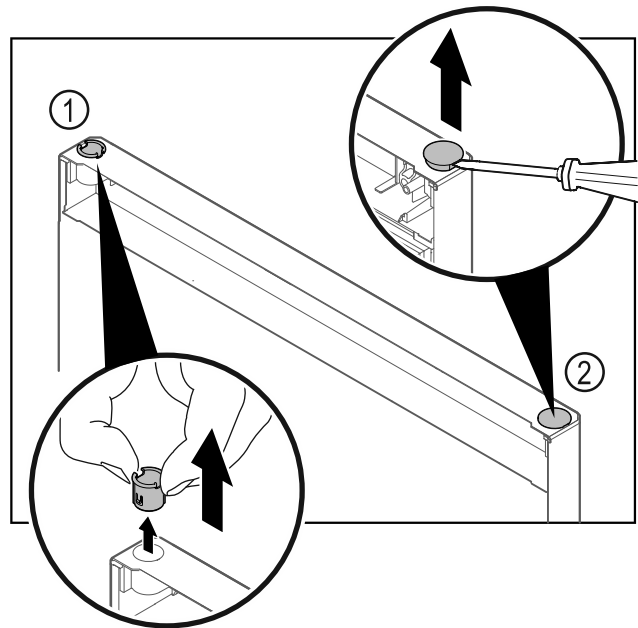

Fig. 7
- ▶ Scharnierbuchse Fig. 7 (1) mit den Fingern herausziehen.
- ▶ Abdeckstopfen Fig. 7 (2) vorsichtig mit einem Schlitzschraubendreher anheben und herausziehen.